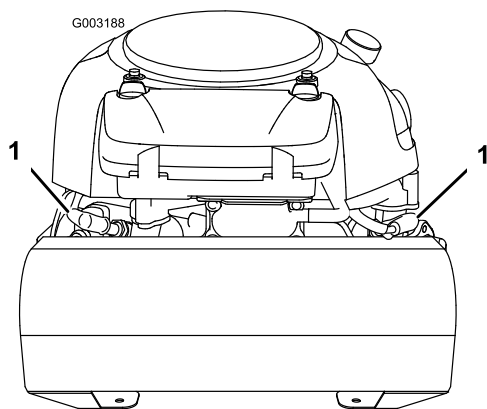

Figure 29
- Débranchez le fil de la bougie (Figure 29). Nettoyez la surface autour de la bougie pour éviter que des impuretés n'endommagent le moteur en tombant à l'intérieur.
- Reconnectez le fil à la bougie (Figure 29).